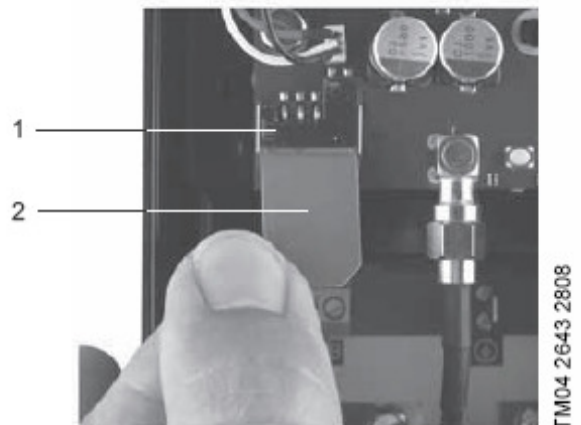

Fig. 3 Montering af SIM-kort
3. Monter SIM-kortet i CIM 2XX. Se fig. 3.
**Bemærk** Den skrå kant på SIM-kortet skal vende nedad. Se fig. 3.